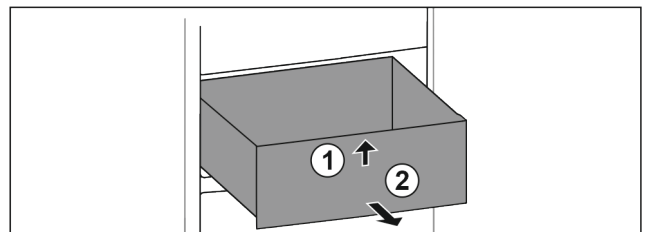

Fig. 99
- ▶ Sollevare il cassetto dal davanti. Fig. 99 (1)
- ▶ Rimuovere il cassetto tirandolo in avanti. Fig. 99 (2)